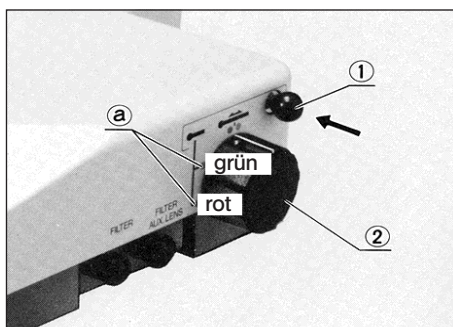

Abb. 20
- ① Beleuchtungsknopf ① einschieben (Abb. 20).
- ② Markierungslinie am Beleuchtungswahlschalter auf die farbige Anzeige für die Zoomvergrößerung am Mikroskopstativ ③ ausrichten (beträgt die Zoomvergrößerungsanzeige z.B. 25, muß die Markierungslinie auf den grünen Punkt gesetzt werden).